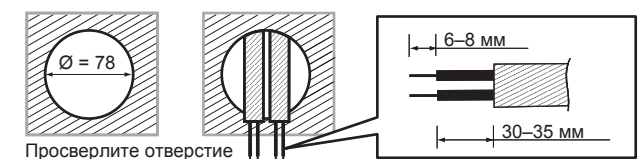

Рис. 9
3.4.2.1 Чтобы установить датчик, просверлите отверстие диаметром 78 мм в потолочной плите и держите кабель питания снаружи. Зачистите изоляцию кабеля на 6–8 мм для подключения (см. рис. 9).